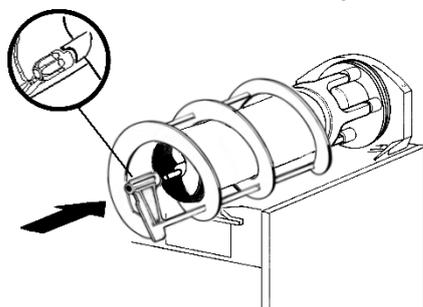

figura 14
**6** Calzare la spirale esterna sull'evaporatore accoppiandone l'estremità anteriore all'albero dell'elica interna e facendone coincidere i denti di trascinamento (vedere figura 14).